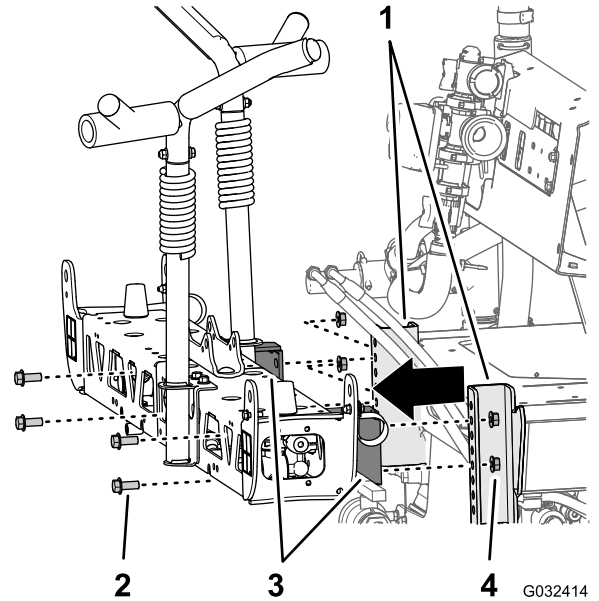

图69
4. 拆下将中间喷洒臂段的支撑托架固定至打药车机架安装槽的4个凸缘头螺栓1/2 x 1-1/4英寸和4个凸缘锁紧螺母1/2英寸然后从机器上拆下中间喷洒臂段图69。